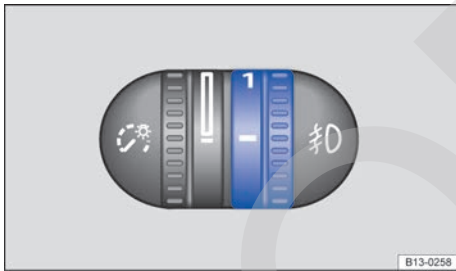

Fig. 75 Junto al volante: regulador del alcance de las luces.
- Gire el regulador fig. 75 a la posición necesaria (ejemplos de estados de carga1) del vehículo):